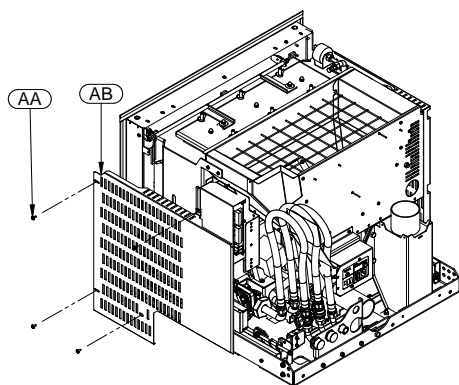

Figura 3
- Togliere il fianco AB agendo sulle viti AA (Figura 3).